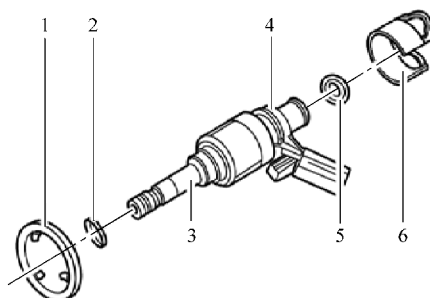

图 19-10 高压喷油器
**提示：**拆卸喷油器时，必须将限位支撑环 6 从喷油器上拆下，以便可以将拉出工具 T10133 /2A 导入到喷油器 3 的切口中，如图 19-10 所示。